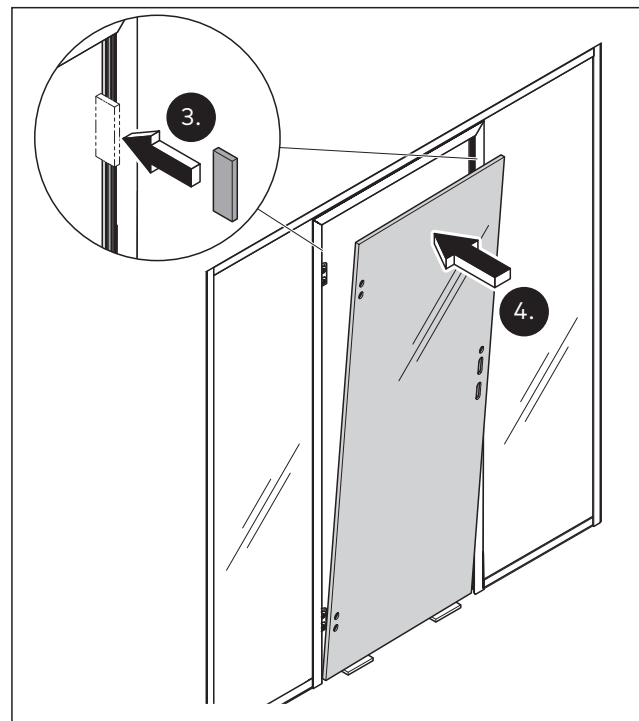

Abb. 51 Die Abstandhalter bei der Türmontage verwenden und die Glastür ausrichten
3. Senkrecht einen Abstand von  $3,5 \text{ mm} \pm 0,5 \text{ mm}$  zwischen Glastür und Zarge mit Abstandhaltern sicherstellen (Abb. 51).